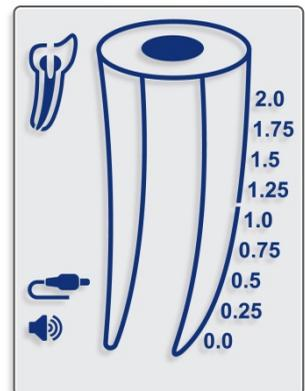

Fig. 4
- 5.4.2 Connecter le câble de mesure au dispositif et veiller à ce que l'icône du câble s'affiche sur l'écran (fig. 4).